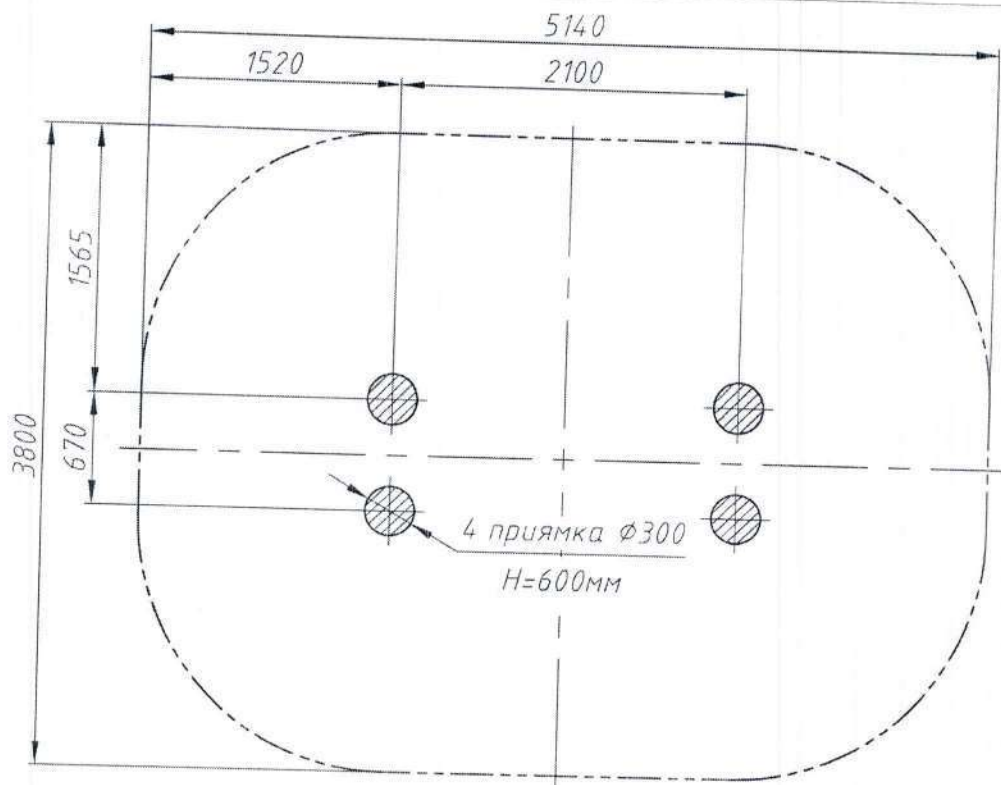

Рис.3 План фундамента Лианы РТР 043
12.5. Монтаж Лианы в грунт заключается в ее сборке с закладными и бетонировании закладных в грунт. Фундаментные приемки выполнить в соответствии с планом фундамента (рис. 3).